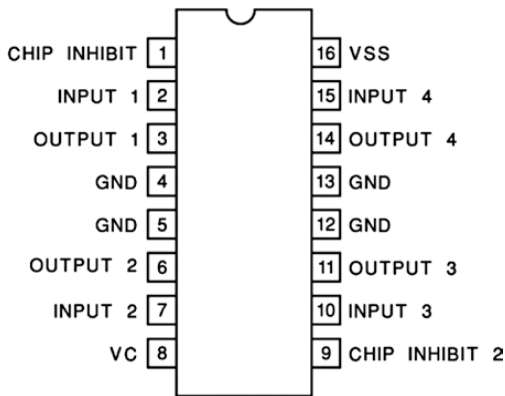

Рис. 10-2. Цоколевка микросхемы драйвера двигателя L293D или SN754410
Цифровые выводы 4, 5, 6 и 7 на Arduino идут ко входам 1, 2, 3 и 4 на драйвере двигателя (см. Рисунок 10-2). Выходные выводы 1 и 2 драйвера двигателя проходят через катушку 1 двигателя, а выходные выводы 3 и 4 - на катушку 2. Вам нужно будет по техническому описанию вашего конкретного двигателя выяснить, какие цветные провода идут к катушке 1, а какие - к катушке 2. У униполярного двигателя также будет 5-й и / или 6-й провод, идущий на массу.
Вывод Vin (входное напряжение) на Arduino подключается к выводу 8 микросхемы драйвера (VC). Все выводы 4, 5, 12 и 13 заземлены (см. Рисунок 10-2).